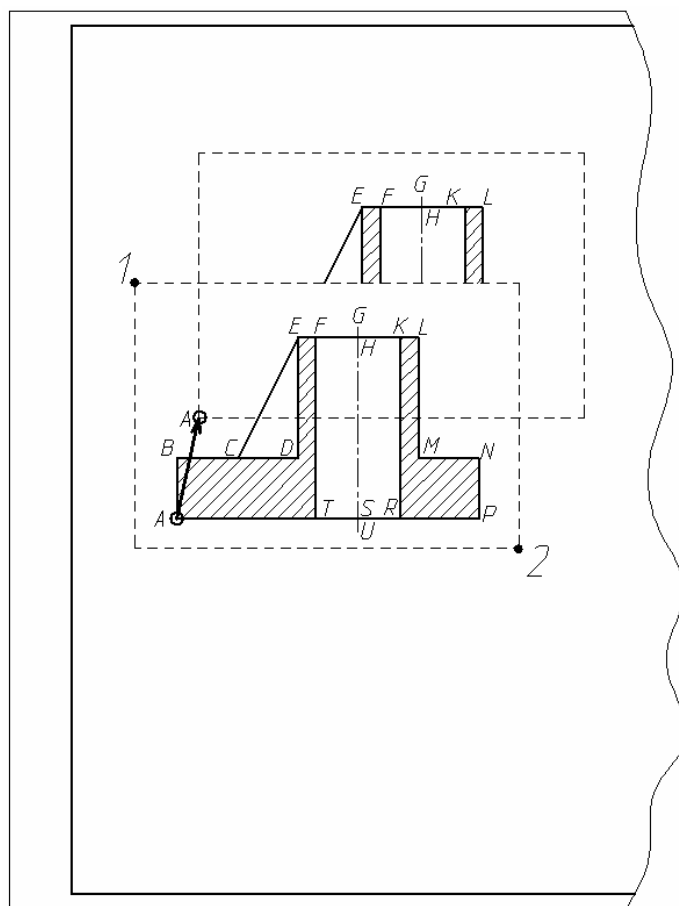

Рис. 16. Выбор рамкой и перемещение изображения
Выведем на экран, используя колесико мыши, левую половину поля формата чертежа (рис. 16).
Для перемещения в другое место сформированного главного изображения выберем его рамкой и «нарисуем» ее слева направо (см. рис. 16):
2. Последует запрос **Базовая точка...:**. Он означает, что вам предлагают «зацепиться» за любую точку выбранного объекта и далее перемещать эту точку с привязанным к ней объектом. В качестве базовой рекомендуется выбирать характерную точку изображения: угловую, точку конца или середины и т. п. Для точной установки в такую точку курсора должна быть включена объектная привязка. Выберем (см. рис. 16) в качестве базовой точки т. **A** на главном изображении (установим в эту точку курсор и щелкнем мышью).